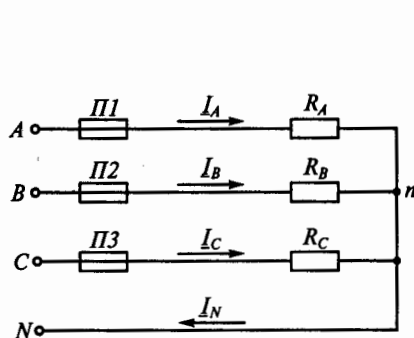

Рис. 128
**3.102.** Как изменятся токи, если перегорит предохранитель  $\Pi 1$  на рис. 128 при  $R_A = R_B = R_C$ ?